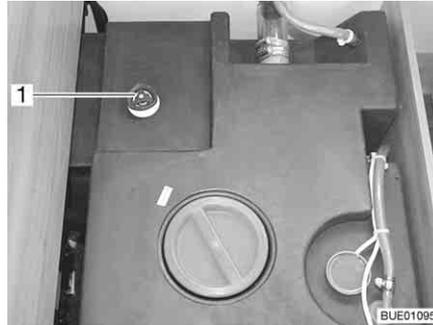

Fig. 244 Reservatório da água com manípulo rotativo
- No reservatório da água, gire o manípulo rotativo (Fig. 244,1) no sentido dos ponteiros do relógio até ao encosto.
- No reservatório da água, gire o manípulo rotativo (Fig. 244,1) em sentido contrário ao dos ponteiros do relógio até sentir resistência. A água sai até permanecerem ainda 60 litros.